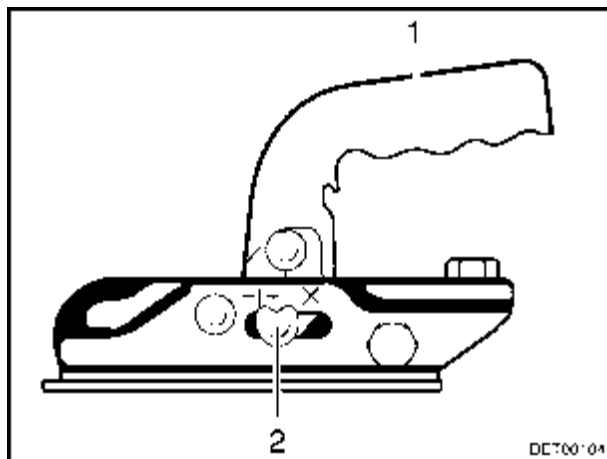

Fig. 2 Acoplamiento de remolque Albe
- Tirar de la palanca de acoplamiento (Fig. 2,1) hacia arriba. El acoplamiento de remolque está abierto.
- Durante el control visual: El indicador de seguridad (Fig. 2,2) debe encontrarse en la posición "+". La bola del remolque no debe estar visible en el estado de acoplamiento.